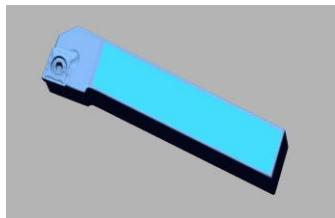
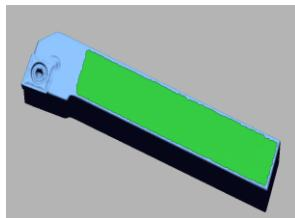

图 4.30 选择的区域
图 4.31 创建领域
1) 点击上方工具栏延长至近似部分图标 ，选择如图 4.30 所示区域，点击菜单栏领域 > 插入，创建如图 4.31 领域。